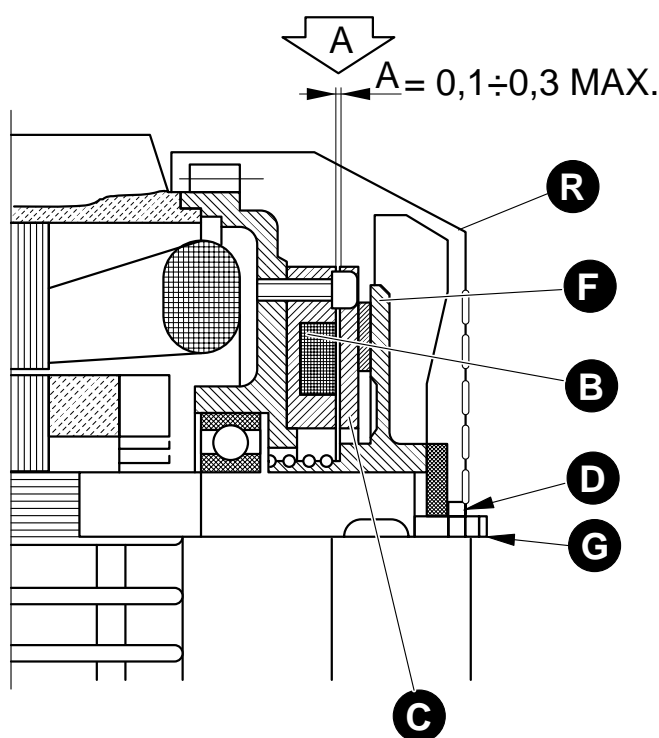

Fig. 4.2
La macchina è dotata di un motore speciale autofrenante fig.4.2.
The machine comes with a special self-braking motor (see fig. 4.2). The tool stops running immediately after the emergency stop button has been pressed or the motor switch has been turned to its "Off" position. The motor is asynchronous, externally ventilated, totally enclosed (degree of protection: IP54) and comes equipped with an electro-magnetic disk brake. The motor bearings are sealed and permanently lubricated. The motor must be serviced only by qualified mechanics.
La máquina está provista de un motor especial autofrenante fig. 4.2. El utensilio se frena algunos segundos después del accionamiento del interruptor del motor o de la emergencia. El motor blindado asincrónico con ventilación externa y tipo de protección IP54, está provisto de freno electromagnético de disco con frenado mecánico por muelle. También los cojinetes del motor son impermeables y se encuentran lubricados para larga duración. Cualquier intervención en el motor debe ser ejecutada por personal cualificado.
A máquina possui um motor especial de auto-travagem fig. 4.2. A ferramenta pára poucos instantes após ter sido accionado o interruptor do motor ou o de emergência. O motor fechado assíncrono com ventilação externa, tipo de protecção IP54, possui um travão electro-magnético de disco com travagem mecânica a molas. Também os rolamentos do motor são vedados à água e possuem um tipo de lubrificação que é vitalícia. Qualquer intervenção no motor deve ser efectuada por pessoal qualificado.
- Anello di attrito del motore autofrenante C Fig. 4.2 pag.62.
- Friction ring for the self-braking motor (C, fig. 4.2, pag. 62)